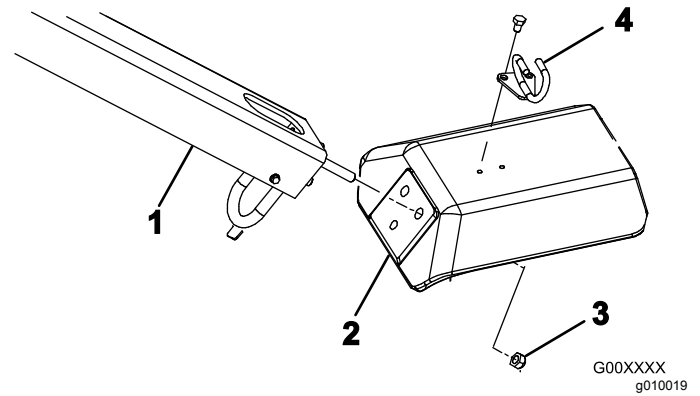

Figure 4
2. Insérez les goujons de fixation du timon dans les trous de la fourche (Figure 4).
3. Fixez les goujons à la fourche avec 3 contre-écrous (1/2") (Figure 4)
5. Montez le guide-câble en haut de la fourche avec 2 boulons (5/16 x 1/2") (Figure 4).